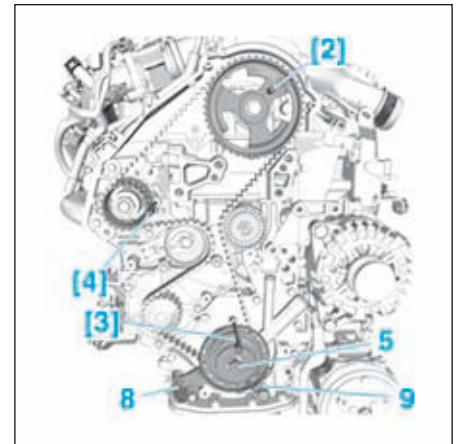

FIG.4
- Reposer la vis (5).
- Déposer (Fig.4) :
- le capteur de position de vilebrequin (8),
- le guide de courroie (9).